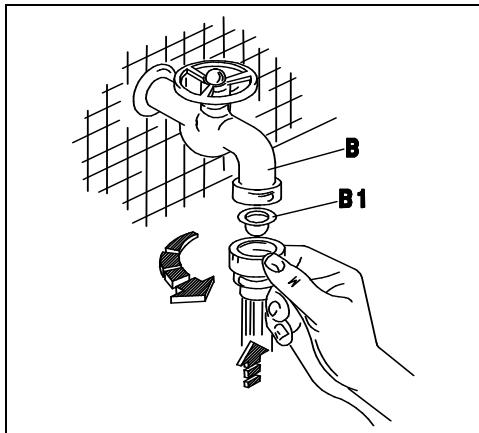
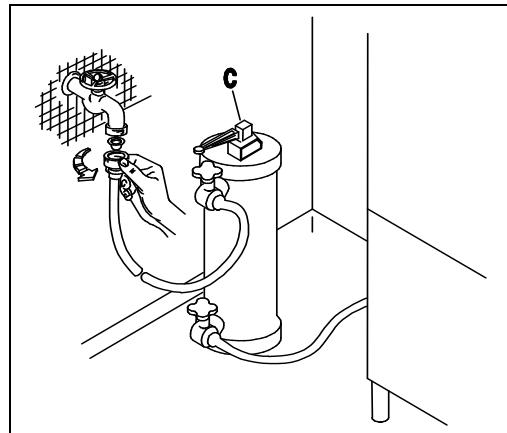
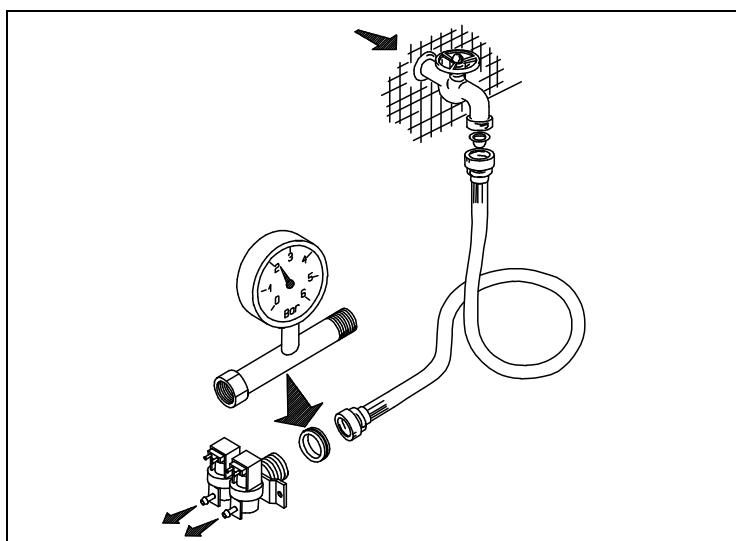
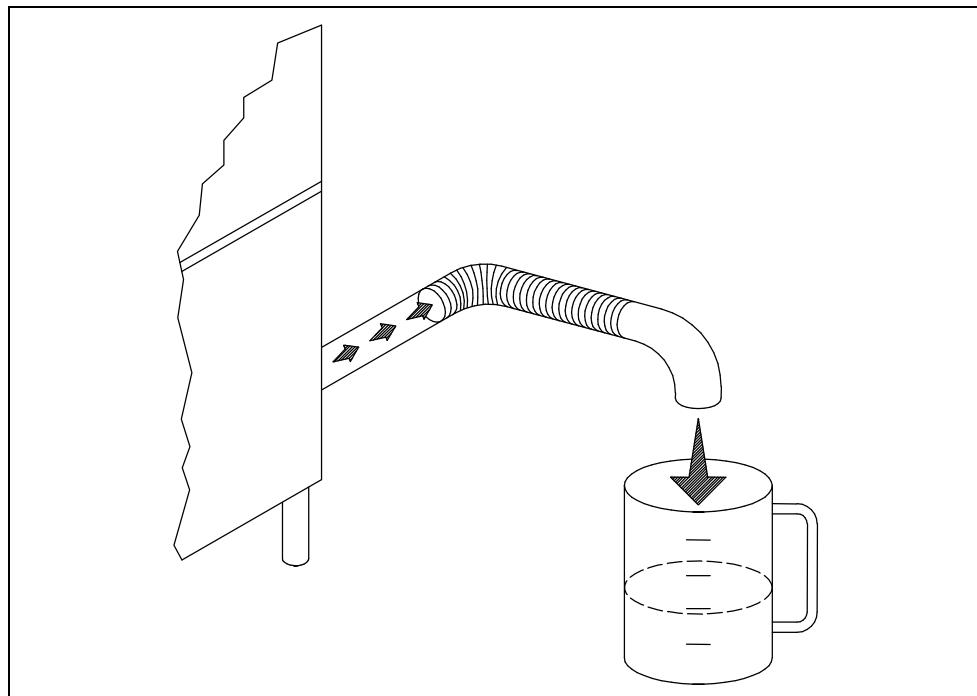

Рис. 2-2
Рис. 2-3
Рис. 2-4
Рис. 2-5
- Прибор предназначен для подключения к холодному или горячему водоснабжению (не более 50÷55°C) при сетевом давлении при открытом клапане, как показано в таблице 2-1. Если давление превышает максимальное значение, установите редуктор давления. Если давление ниже минимального, установите насос усиления давления на макс. 0,5 л.с., выход 20 литров / мин. и высотой напора 15 ÷ 20 метров. Давление необходимо измерять на входе в электроклапан (см. Рис. 2-4). Водопроводные трубы должны иметь внутренний диаметр не менее 16/18 мм (см. Рис. 2-5). Подсоедините трубку подачи воды в прибор к запорному крану (B), предпочтительно расположенному рядом с прибором, вставив специальный фильтр из комплекта поставки (B1) (см. рис. 2-2). Мы рекомендуем установить умягчитель воды (C) (не входит в комплект) перед электроклапаном (см. рис. 2-3).
- The appliance is designed for connection to the cold or hot water supply (max. 50 55°C) at a mains pressure with the valve open as shown in Table 2-1 and a minimum output of 10 litres/min. If pressure exceeds the maximum, fit a pressure reducer. If pressure is lower than the minimum, fit a pressure booster pump of max. 0.5 HP, with an output of 20 litres/min. and a head of 15÷20 metres. Pressure must be measured at the solenoid valve inlet (see fig. 2-4). The water pipes must have an internal diameter of at least 16/18 mm (see fig. 2-5). Connect the appliance water supply pipe to a cut-out tap (B), preferably placed close to the appliance, fitting the special filter provided (B1) (see fig. 2-2). We recommend fitting a water softener (C) (not provided) upstream from the machine solenoid valve (see fig. 2-3).
- Das Gerät ist für den Anschluss an Warm-und Kaltwasser (max. 50-55°C) vorgesehen, wobei der Druck bei offenem Ventil dem in Tab. 2-1. Bei höherem Druck als dem empfohlenen einen Druckminderer installieren. Bei niedrigerem Druck als empfohlen eine Druckerhöhungspumpe mit max. 0,5 Hp, einer Förderleistung von 20l/min und einer Förderhöhe von 15-20m installieren. Die Druckkontrolle muss am Eingang des Elektroventils erfolgen (siehe Bild 2-4). Die Wasserleitung muss einen Innendurchmesser von mindestens 16/18 mm aufweisen (siehe Bild 2-5). Den Zulaufschlauch des Gerätes an einen möglichst nahegelegenen Wasserhahn (B) anschliessen und den vorgesehenen Filter (B1) anbringen (siehe Bild 2-2). Der Einbau eines Etalkers (C) wird empfohlen; dieser gehört nicht zur Ausstattung und muss vor dem Elektroventil der Maschine eingebaut werden. (siehe Bild 2-3).
- L'appareil peut être raccordé à l'eau froide ou chaude (50-55°C max) à une pression, soupape ouverte, comme indiqué dans le tableau 2-1. Si la pression dépasse la pression maximum conseillée, il faut installer un réducteur de pression. Si la pression est inférieure à la pression minimum conseillée, il faut installer une pompe pour faire augmenter la pression de 0,5 Hp max., à un débit de 20 litres /min et à une hauteur d'élévation de 15-20 m. Le contrôle de la pression sera effectué à l'entrée de l'électrovanne (voir fig. 2-4). Les conduites d'eau auront un diamètre interne d'eau moins 16/18 mm (voir fig. 2-5). Raccorder la conduite d'arrivée de l'eau de l'appareil à un robinet secondaire (B), installé si possible tout près de l'appareil, après avoir intercalé le filtre spécial fourni (B1) (voir fig. 2-2). Nous conseillons d'installer un adoucisseur (C) (non fourni) qui sera monté en amont de l'électrovanne de la machine (voir fig. 2-3).
- Este aparato se puede alimentar con agua caliente o fría (máx. 50 ÷ 55°C); la presión del agua con válvula abierta está indicada en la tabla 2-1. En caso de que la presión fuera superior a la máxima que se aconseja, instale un reductor de presión; si fuera demasiado baja, instale una bomba de aumento de presión de 0,5 Hp (máximo), con un caudal de 20 litros por minuto y una altura de elevación de 15 a 20 m. El control de la presión se debe efectuar en la entrada de la electroválvula (véase fig. 2-4). La tubería del agua debe tener un diámetro interior de 16-18 m. por lo menos (véase fig. 2-5). Conecte el tubo de alimentación del agua del aparato a un grifo de paso (B), que irá montado preferentemente muy cerca del aparato, tras interponer el filtro (B1) del equipamiento base (véase fig. 2-2). Es aconsejable instalar un descalcificador (C) (que no forma parte del equipamiento base). El descalcificador irá montado antes de la electroválvula de la máquina (véase fig. 2-3).